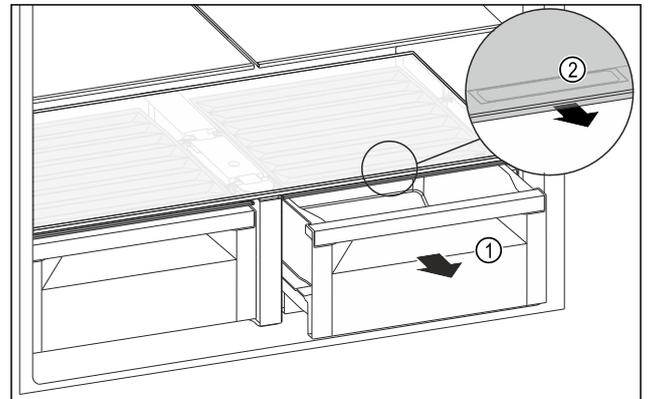

Fig. 98
- ▶ 拉出抽屉 Fig. 98 (1)。
- ▶ 抓住抽屉盖上的内嵌式拉手 Fig. 98 (2)，并同时向前拉出抽屉盖。